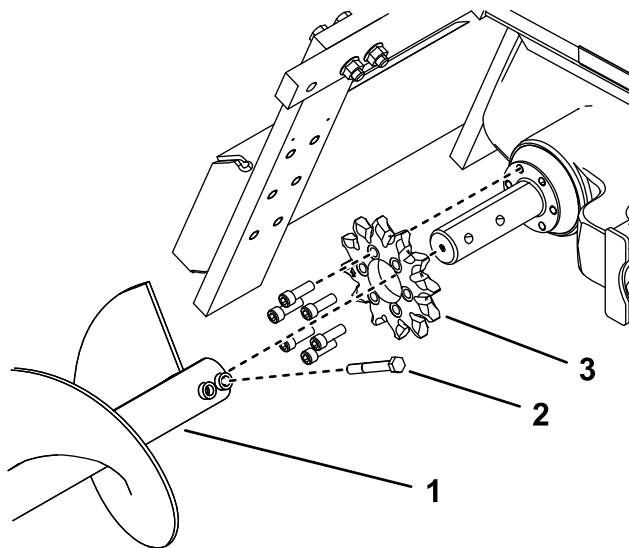

Figure 16
4. Enlevez la tarière de déblayage (Figure 16).
9. Enlevez les 6 boulons de fixation du pignon d'entraînement (Figure 16).
10. Déposez le pignon d'entraînement et mettez-le au rebut (Figure 16).
12. Placez le pignon de remplacement sur l'axe comme montré à la (Figure 16).
13. Vissez les 6 boulons de fixation dans le pignon d'entraînement à la main (Figure 16).